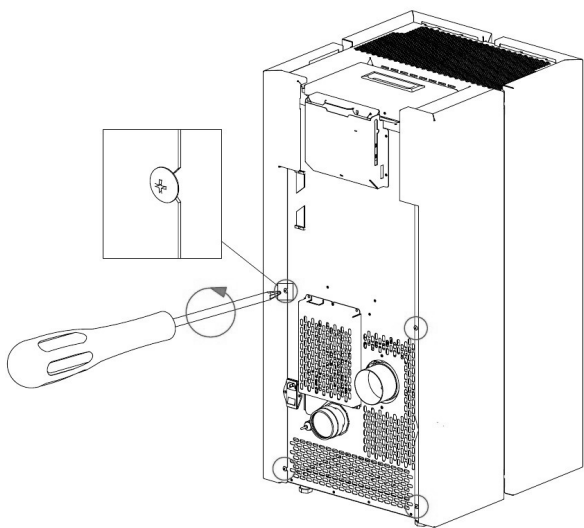

Fig. 51 - Usuwanie śrub
- Poluzować 4 śruby tylne (patrz **Fig. 51**).